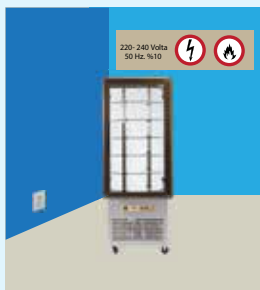

FIGURA 2
- La vostra vetrina pasticceria è stata regolata sulla base di 220-240 volt, 50 Hz. L'uso di tensioni diverse può danneggiare il vostro prodotto e provocare un incendio. (Figura 2)